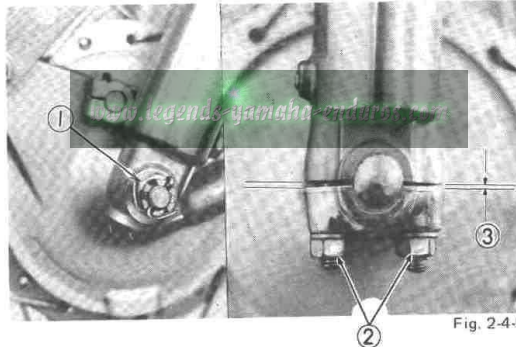

Fig. 2-4-5
a. Vérifiez l'écrou d'axe. (Fig. 2-4-5)